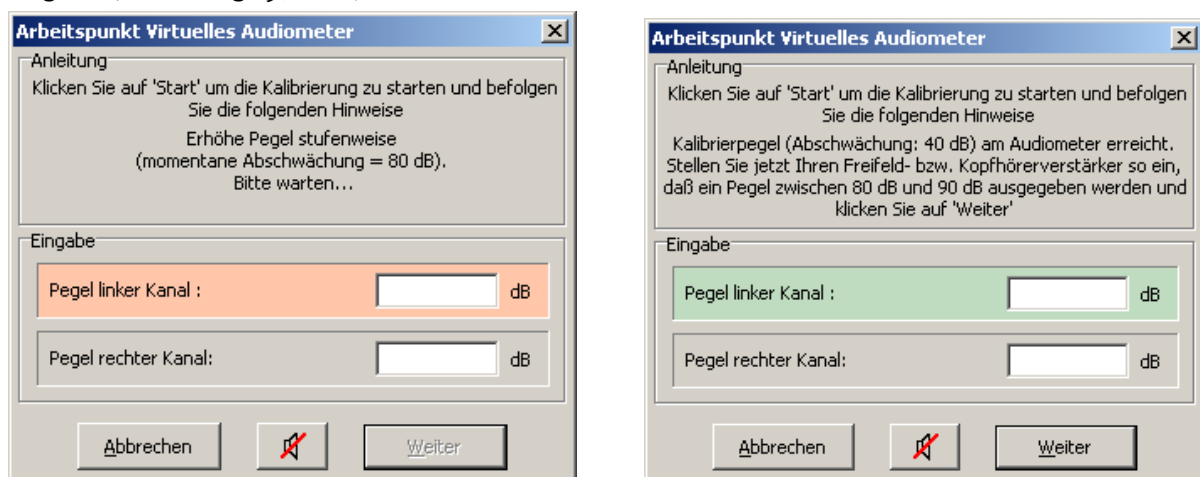
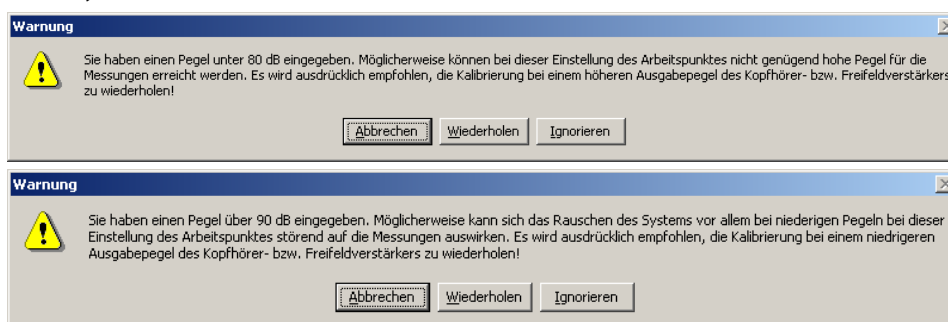

Abbildung 19
Abbildung 20
Nachdem Sie die Anweisung mit „Ja“ bestätigt haben, wird ein auf dem linken Kanal Rauschen ausgegeben und dessen Pegel in 10dB-Schritten erhöht, bis der Kalibrierpegel erreicht wird. Währenddessen ist das Eingabefeld des betreffenden Kanals rot unterlegt, eine Eingabe ist nicht möglich (Abbildung 19, links).
**Bemerkung:** Wenn ein Kalibrierpegel von 80 dB eingestellt wird bei einer Abschwächung von 40 dB (Abbildung 19, rechts), dann bedeutet dies, dass ein Signal mit einem vergleichbaren RMS-Wert wie das Kalibriersignal später unter den gleichen Voraussetzungen mit einem maximalen Pegel von 120 dB ausgegeben werden kann. Wenn der Dynamikbereich der Audio-Ausgabe gleichzeitig durch die verwendeten Geräte z.B. auf 100 dB eingeschränkt ist, dann bedeutet dies auch, dass ab einem Pegel von 20 dB und darunter (ggf. sogar schon bei höheren Pegeln) das ausgegebene Signal nicht mehr korrekt oder verrauscht ist (z.B. durch Quantisierungsrauschen). In diesem Fall muss abgewogen werden, ob der verfügbare Dynamikbereich in einem höheren Pegelbereich verwendet wird (durch einen entsprechend hohen Kalibrierpegel) oder in einem niedrigeren Pegelbereich (durch einen entsprechend niedrigen Kalibrierpegel). Durch einen eingeschränkten Dynamikbereich kann die Verwendung des virtuellen Audiometers für bestimmte Messungen ungeeignet sein.
Nach Erreichen des Kalibrierpegels erscheint ein weiterer Hinweis und das Eingabefeld des betreffenden Kanals ist grün unterlegt (Abbildung 19, rechts). Regeln Sie nun Freifeld- bzw. Kopfhörerverstärker so ein, dass die Ausgabe des Rauschens im angegebenen Pegelbereich erfolgt. Nach Möglichkeit sollte der Pegel nahe an der unteren angegebenen Grenze (hier im Beispiel 80 dB) liegen. Sollte Sie einen Pegel unterhalb der unteren oder oberhalb der oberen Grenze eingeben, so erhalten Sie einen Warnhinweis mit weiteren Informationen (Abbildung 20 oben bzw. unten).